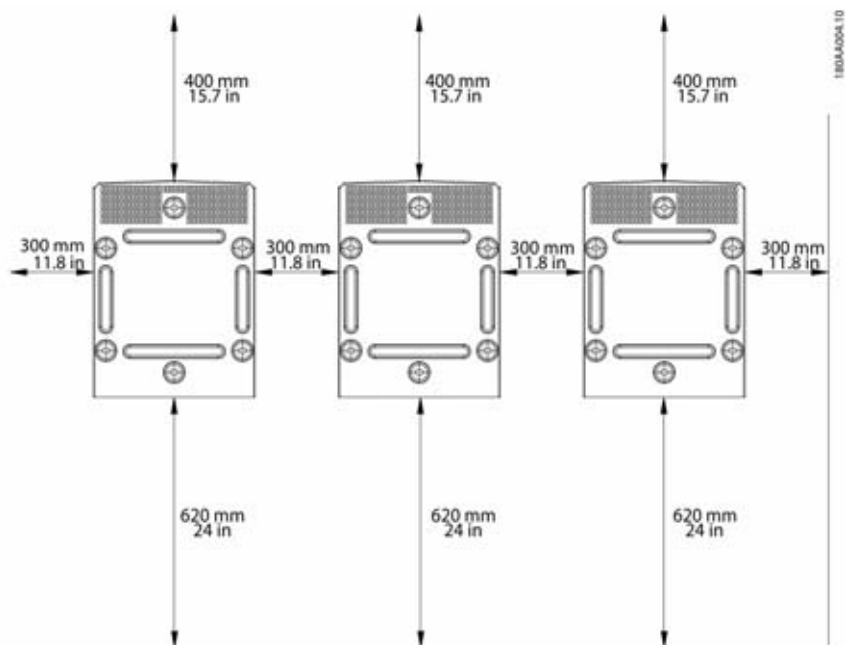

Figura 2.8 Distanze di sicurezza
- Rispettare le distanze di sicurezza quando si installano uno o più inverter al fine di assicurare un flusso d'aria adeguato. Gli spazi liberi sono specificati in figura 2.8 e sull'etichetta della piastra di montaggio.